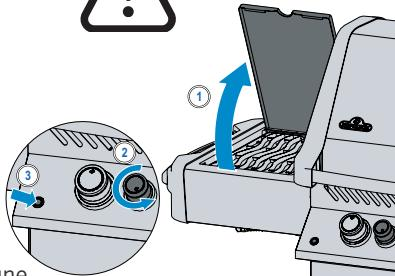

Fig. 2
- Si le brûleur ne s'allume pas, pivoter le bouton dans le sens contraire des aiguilles d'une montre (position OFF). Attendre 5 minutes. Recommencer les étapes 3 et 4. (Fig. 2)